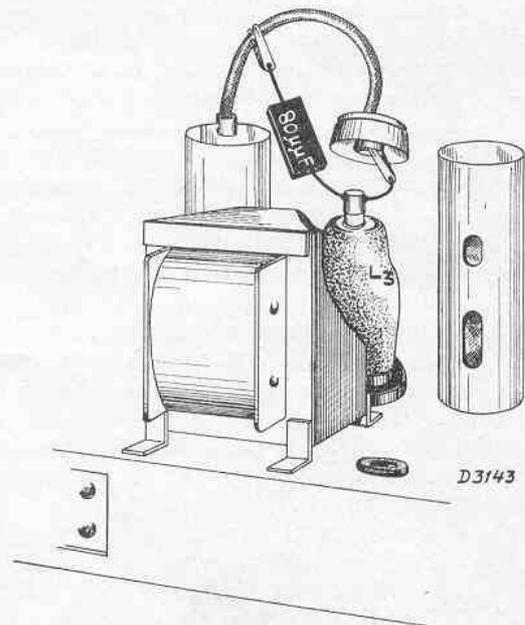

Fig. 2
12. Désaccorder le 2ème circuit moyenne-fréquence en branchant un condensateur de 80 $\mu\mu\text{F}$ entre la grille de commande de L3 et le châssis (fig. 2).